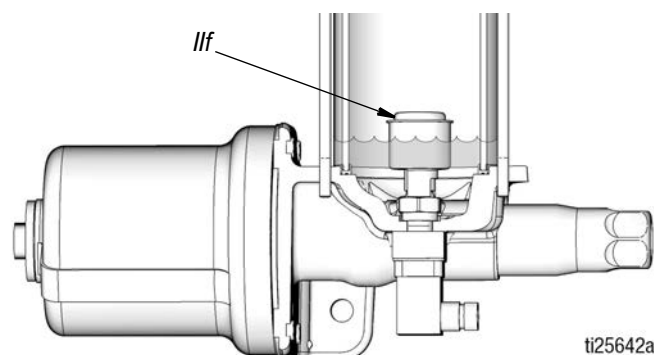

Рис. 10: Поплавок датчика низкого уровня в полностью перемещенном вниз положении
По мере выдачи масла, поплавок датчика низкого уровня начинает перемещаться вниз. Когда масло в резервуаре достигнет низкого уровня, полностью перемещенный вниз поплавок (показанный на Рис. 10) открывает нормально замкнутый контакт реле низкого уровня, и сигнал наличия низкого уровня отсылается на контроллер смазочной системы (J).